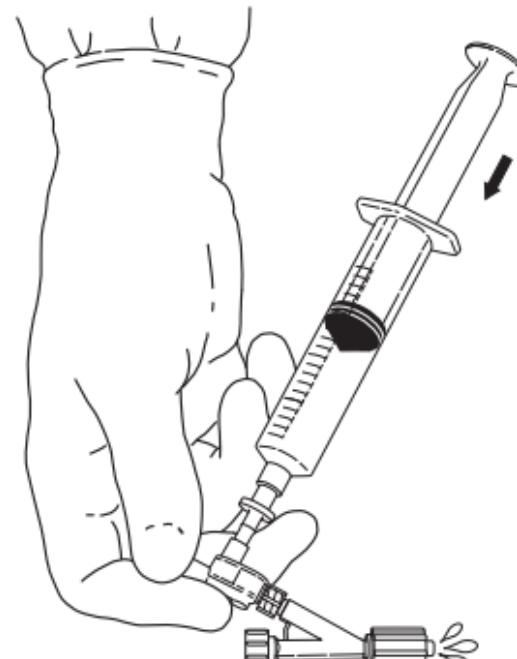

Fig. 3
5. Rensa bort återstående luft genom att placera tummen över injektionsporten. Spola långsamt ut de återstående luftbubblorna ur dubbelpärrventilen och Tuohy-Borst-adaptern. (Fig. 3)